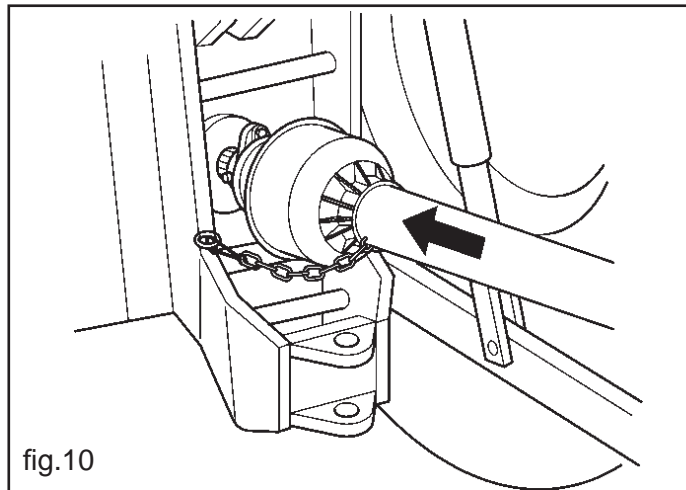

fig.10
- 5) Die Kardanwelle einkuppeln und sicherstellen, daß sie fest mit der Zapfwelle verbunden ist (fig.10). Sicherstellen, daß sich der Schutz ohne Behinderung dreht und ihn dann mit der speziellen Kette befestigen.